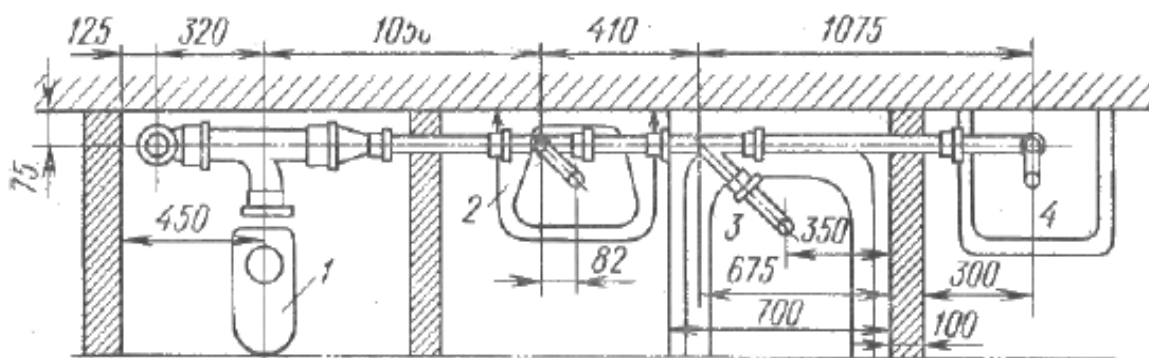

Рисунок 3.1 — План санітарно-технічного вузла
3. Виконати виміри санітарних вузлів і перегородок, відстані від осі місця установки приладу до поверхні стіни, по якій має бути прокладений каналізаційний стояк або відгалуження від нього (рис. 3.1).